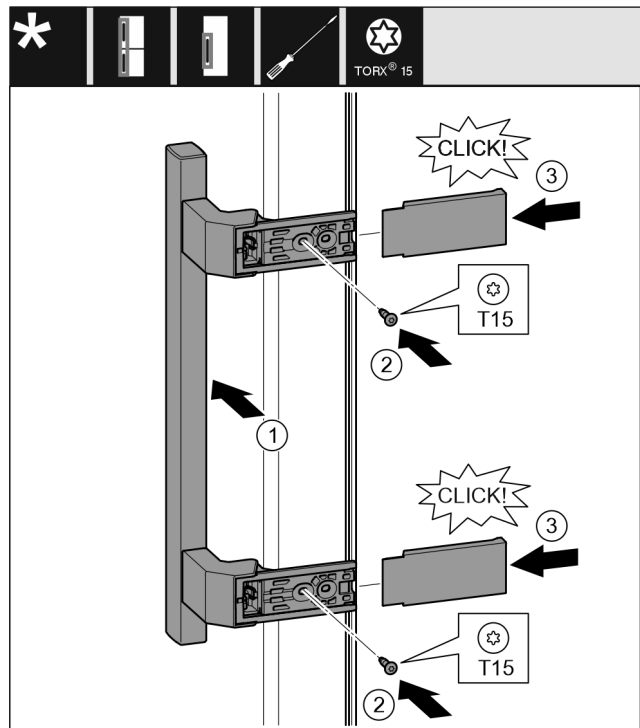

Fig. 15
- ▶ 将把手放到反面。 Fig. 15 (1)
- ▶ 用 T15 螺丝刀拧紧螺钉。 Fig. 15 (2)
- ▶ 将盖板放置到侧面并插入。 Fig. 15 (3)